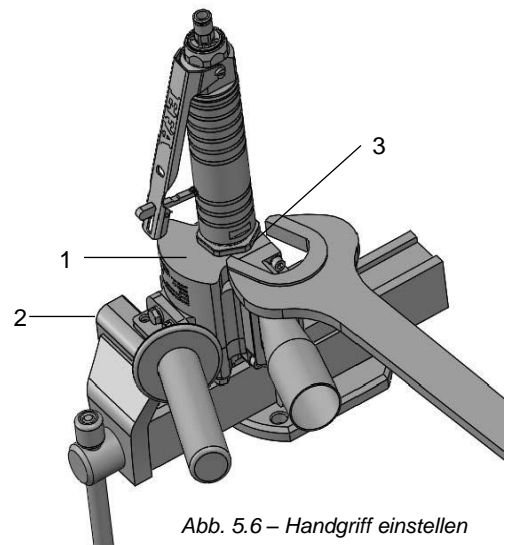

Abb. 5.6 – Handgriff einstellen
- 1) EFA CT am Träger (1) so in den Schraubstock (2) einspannen, dass die Kontermutter (3) mit dem Maulschlüssel erreichbar ist. s. *Abb. 5.6*.
- 2) Kontermutter (3) lösen.
- 4) Kontermutter (3) wieder fest anziehen.